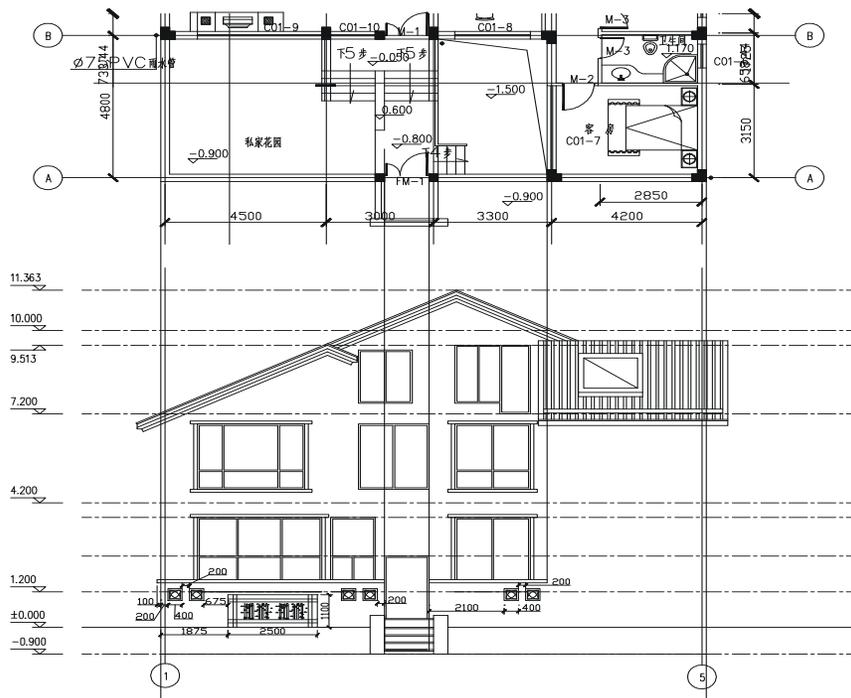

图 10-1-17
**STEP 17** 使用修剪命令 TRIM 将被围墙挡住的窗子部分修剪掉, 再修剪多余的线段, 并按尺寸绘制装饰部件, 如图 10-1-17 所示。
**STEP 18** 将如图 10-1-17 所示的立面图与第二层平面图对齐, 引出阳台的辅助线, 将 4.2m 的楼层标高线向下偏移 500 作为阳台的下沿线, 并绘制出阳台的栏杆, 隐藏楼层标高线, 并修剪掉被阳台栏杆挡住的窗户部分, 再使用同样的方法绘制出屋顶层